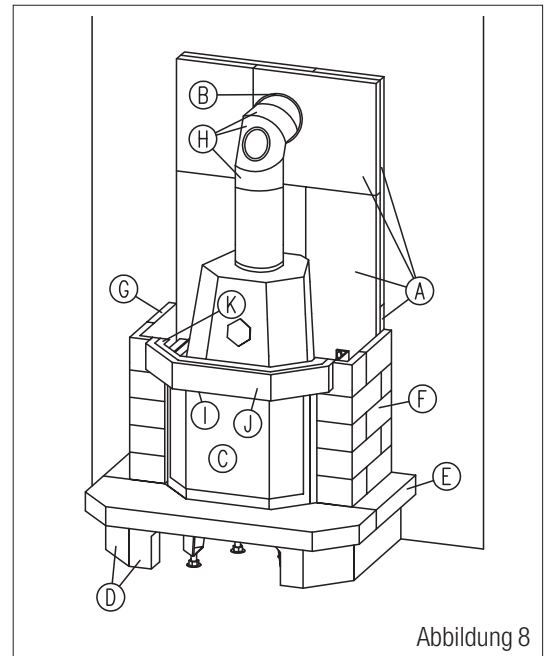

Abbildung 8
- 11.2 Auf den Auflagerahmen wird nun der Sturz ohne Spezialsilikon gelegt. Richten Sie den Sturz so aus, dass ein allseitig gleichmäßiger Überstand gegeben ist. Schneiden Sie sich von den 4 cm starken Promasil 950 KS Platten Streifen ab, mit denen Sie den Sturz von hinten vollflächig hinterkleben. Die Promasil Platten werden mit dem K 84 Kleber mit dem Sturz punktwise verklebt. Die Promasil Platten schützen den Sturz vor übermäßiger Erwärmung. Der Sturz muss rechts und links zu den Seitenteilen eine Dehnungsfuge aufweisen, die mit Spezialsilikon ausgefüllt wird. **(Abb. 8)**